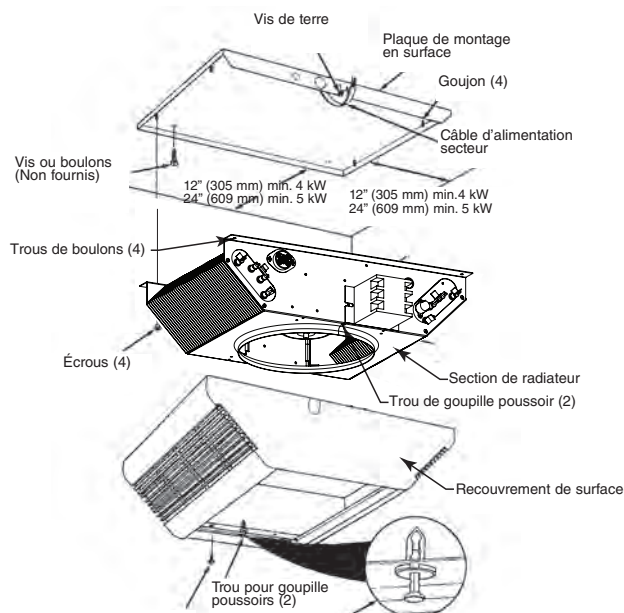

Figure 2
6. Positionnez la plaque de montage en surface contre le plafond et fixez-la avec des boulons ou des vis (Figure 2). Voyez l'avertissement N° 9.
10. Positionnez la section de radiateur par-dessus les goujons de la plaque de montage en surface (Figure 2).
11. Poussez la section de radiateur sur les goujons et serrez bien les quatre écrous (fournis) sur ces goujons pour fixer la section de radiateur sur la plaque de montage en surface (Figure 2).
SI VOUS N'INSTALLEZ PAS BIEN LES QUATRE ÉCROUS DE FIXATION LE RADIATEUR PEUT TOMBER (VOYEZ LA FIGURE 2).
REMARQUE : Assurez-vous que la goupille poussoir dans chaque extrémité de la grille de soufflage est tirée en position sortie pour permettre aux corps de goupille de bien entrer dans les trous de la section de radiateur (Figure 2).
15. Installez et serrez bien quatre vis (fournies) pour retenir le recouvrement de surface avec la section de radiateur (Figure 2).
SI VOUS N'INSTALLEZ PAS BIEN LES QUATRE VIS LE RECOUVREMENT DE SURFACE PEUT TOMBER (VOYEZ LA FIGURE 2).
SI VOUS N'INSTALLEZ PAS BIEN LES QUATRE VIS, LE RECOUVREMENT DE SURFACE PEUT TOMBER (VOYEZ LA FIGURE 2).
SI VOUS N'INSTALLEZ PAS BIEN LES QUATRE VIS LE RECOURVREMENT DE SURFACE PEUT TOMBER (VOYEZ LA FIGURE 2).